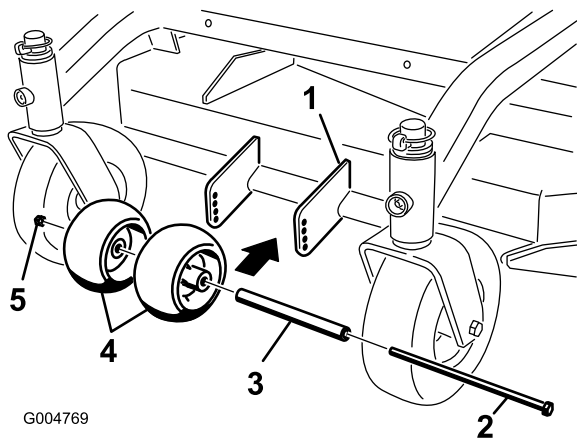

Figura 14
1. Después de ajustar la altura de corte, revise los rodillos para asegurarse de que hay una separación mínima del suelo de 10 mm (Figura 14).
2. Si es necesario realizar ajustes, retire el perno, las arandelas y la tuerca (Figura 14).
3. Seleccione un taladro para que los rodillos tengan una separación mínima del suelo de 10 mm (Figura 14).
4. Instale el perno y la tuerca (Figura 14).